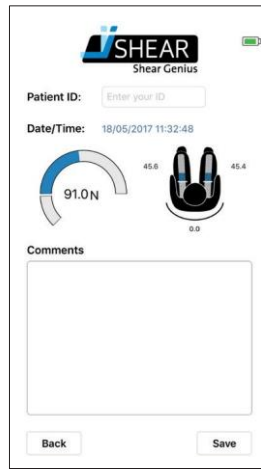

Figure 22 – 保存画面
4. ‘Patient ID’隣の空白テキストフィールドを押し患者IDを入力 (Figure 22参照).
5. ‘comments’下の空白テキストフィールドを押し該当測定や車いすのセットアップについての関連情報を入力。(Figure 22参照) 最大で200字入力が可能です